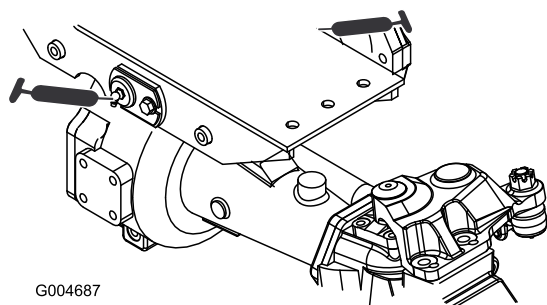

Figura 37
- Casquilhos articulados do eixo dianteiro e traseiro (2) (Figura 37)